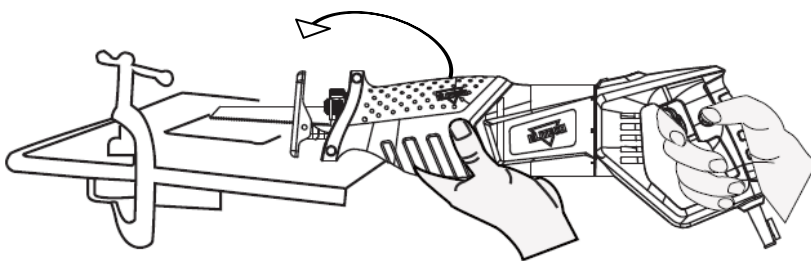

Рис. 7
1. Выкарыстоўвайце кароткае пільнае палатно, (рис. 7.)